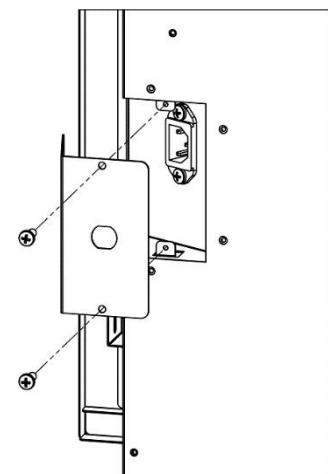

Fig. 3-1
- Verwijder de 2 bevestigingsschroeven van de afdekplaat van de aansluitdoos, die zich links aan de achterkant van het apparaat bevindt (Fig. 3-1).